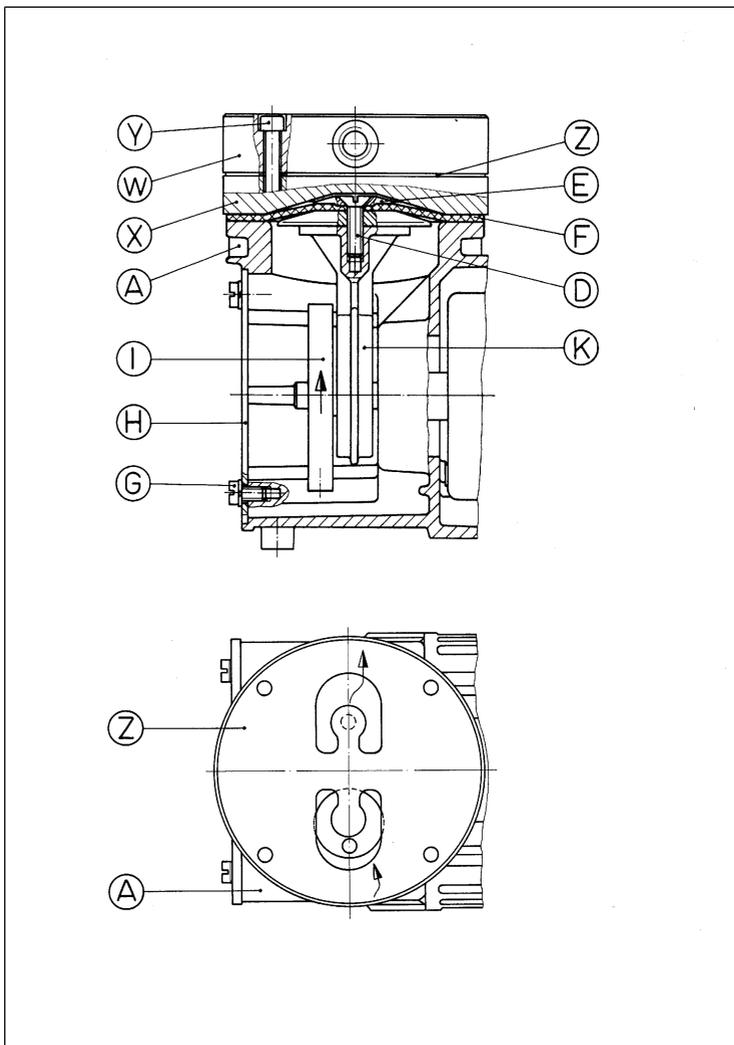

Fig.6: Pièces de pompe
\*\*Selon Fig. 6
27. Placez la culasse (X) sur la membrane (F) en suivant le marquage au crayon sur le boîtier.
28. Poser la nouvelle plaque soupapes (Z) sur la culasse (X) (pour l'orientation, voir Fig. 6).
29. Placez la tête à membrane (W) dans la position de montage marquée au crayon et serrez les vis à six pans creux (Y) en croix de manière uniforme (couple de serrage : 5,5 Nm)
30. Vérifiez que le mouvement s'effectue facilement en faisant tourner le volant (I).